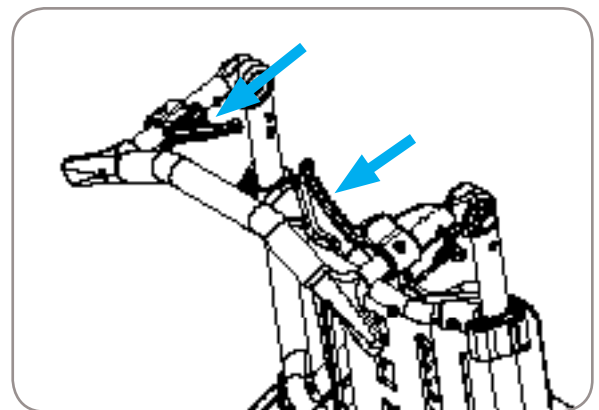

Figura 8
2. Tire hacia atrás de las palancas izquierda y derecha, consulte la Figura 8.